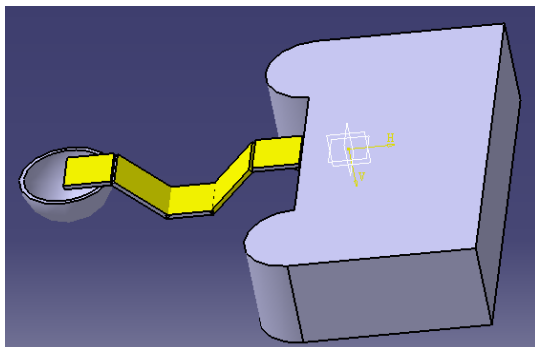

图 8-29
(7) 在 Properties 中变换颜色后最终模型如图 8-29, 左侧显示所有的 Specification Tree。